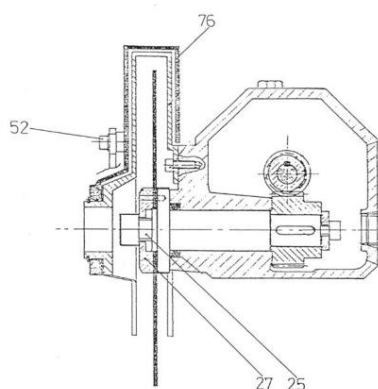

Fig. 12: Montaje de la hoja de sierra
Paso 1: Para montar la hoja de sierra, desenrosque el tornillo [52] sosteniendo el bloque de la hoja de sierra del motor hacia arriba y empujando la protección móvil [76] hacia atrás. Desenrosque el tornillo [25] en el sentido de las agujas del reloj, extraiga la brida [27] y coloque la hoja de sierra. ¡Presta atención a la posición correcta de los dientes! Sentido de giro ver flecha en la protección de la hoja de sierra [Fig. 12].
Paso 2: Monte la brida [27] y vuelva a atornillar el tornillo [25] en [Fig. 12].